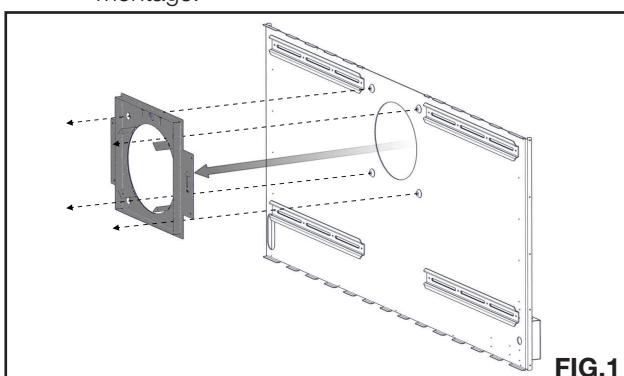

FIG.1
- D. Forme le bouclier de l’évent jusqu’à ce que les quatre trous se chevauchent puis sécurisez-le. (**FIG. 1**)
TYPE 1 (X4)**FIG.1****TYPE 1 (X4)****FIG.2****TYPE 3 (X4)****TYPE 4 (X4)****FIG.4**
- D. Enlevez les quatre attaches sécurisant l'assemblage de l'espaceur coupe-feu (avec la plaque du mur) de la plaque de montage. (**FIG. 1**)